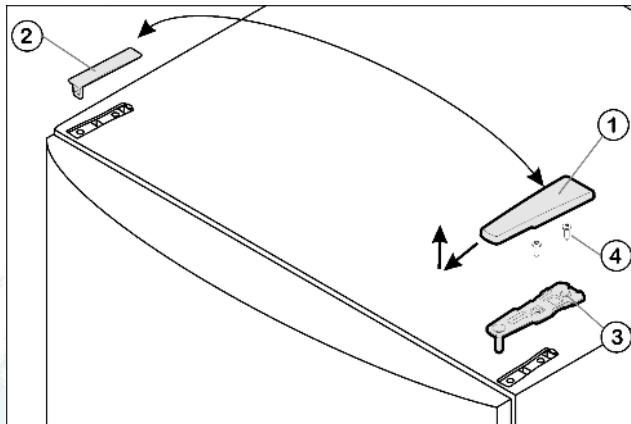

Fig. 4
- Потяните крышку Fig. 4 (1) вперед и вверх.
- Снимите крышку Fig. 4 (2).
- Открутите верхний опорный кронштейн Fig. 4 (3)(2 шт. Torx® 25) Fig. 4 (4) и вытяните вверх.
- ▶ Установите верхний опорный кронштейн Fig. 4 (3) на новой стороне шарнира и защелкните в дверце.
- ▶ Привинтите верхний опорный кронштейн (**с моментом 4 Нм**) (2 шт. Torx® 25) Fig. 4 (4). При необходимости проделайте отверстия или используйте аккумуляторную отвертку.
- ▶ Наденьте и защёлкните крышку Fig. 4 (1) и крышку Fig. 4 (2) на противоположной стороне снаружи.